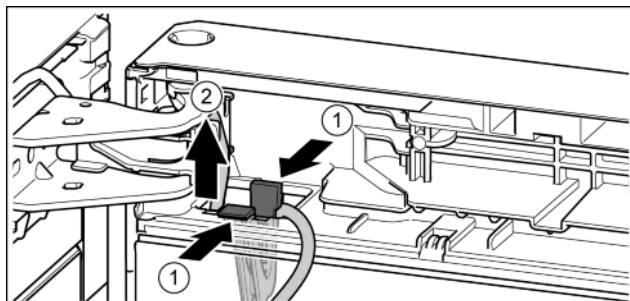

Fig. 25
- Zatlačte na lamelu. Fig. 25 (1)
- Vytáhněte držák kabelu s kabelem, který je na něm upevněn. Fig. 25 (2)